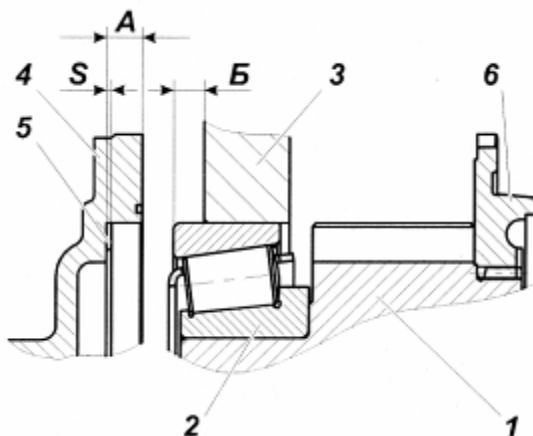

Рис. 108:
Установить в расточку картера коробки передач первичный вал в сборе с прокладками подобранными по п. 1. рис. 108.
5.6 Замерить размер Б рис. 108, (между торцами картера коробки передач и наружного кольца подшипника) при этом, гнездо заднего подшипника вторичного вала должно быть плотно (под усилием собственного веса вторичного вала) прижато через установочные прокладки к торцу зубчатой муфты демультипликатора; первичный вал должен быть плотно (под усилием собственного веса) прижат через установочные прокладки к торцу наружного кольца переднего подшипника вторичного вала, а наружное кольцо заднего подшипника первичного вала - к роликам.